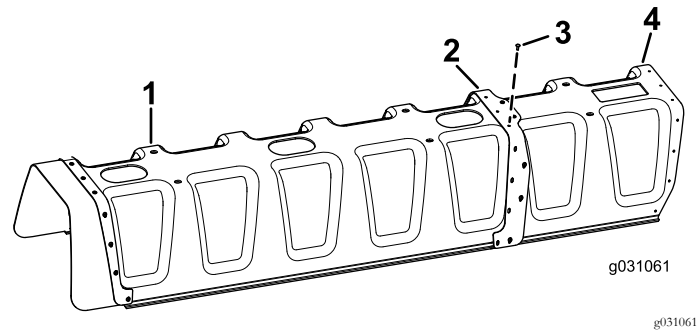

図 6
2. 補強プレートにポップリベット3/16 x 1/2 インチ11本とワッシャ3/16 インチを取り付け、12ノズルカバーに11ノズルブームカバーを取り付ける 図 6。